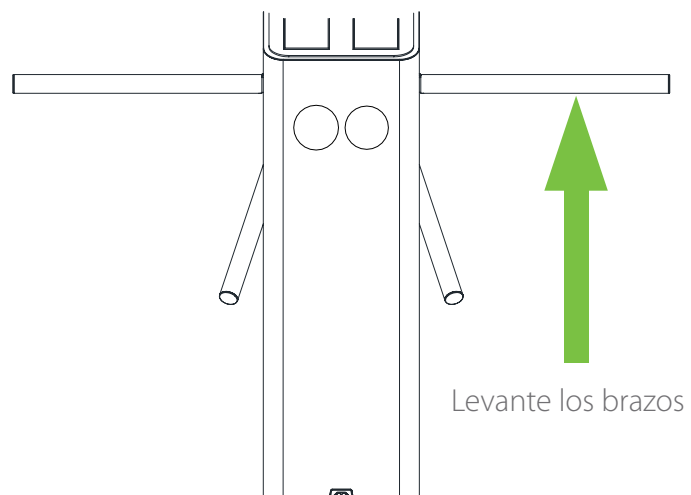

Figura 2-4
3. Levante los brazos manualmente como se muestra en la figura 2-4.